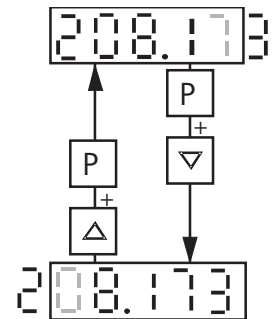

图 7.1：当参数值超过 4 位时，移动 PMU 上的显示
5. 如果 7 段显示上的 5 位数字不足以显示一个参数值，那么手动移动。首先显示 5 位数字（见图 7.1）